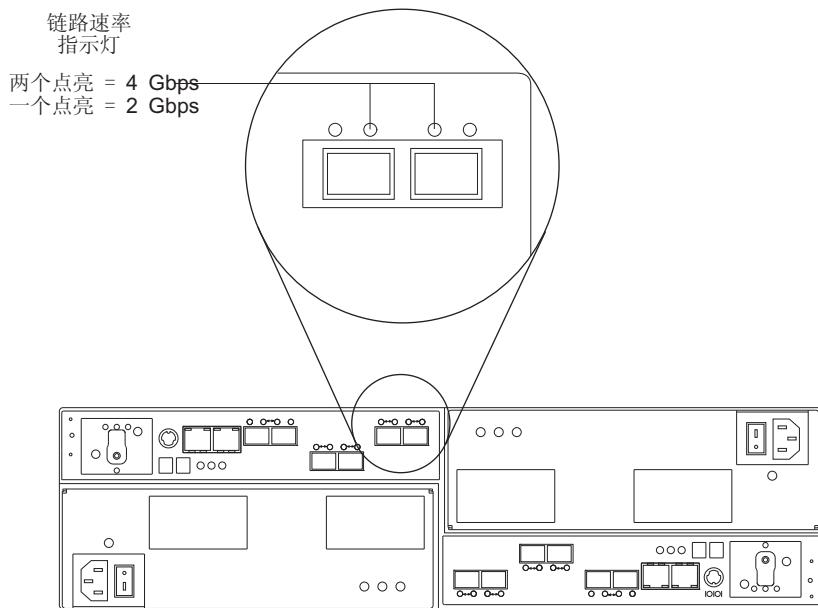

图 83. “链接速率”指示灯
- 找到“链接速率”指示灯。图 83 显示了存储子系统后部“链接速率”指示灯的位置。
- 找到“链接速率”开关。图 83 显示了命令模块前部“链接速率”指示灯的位置。